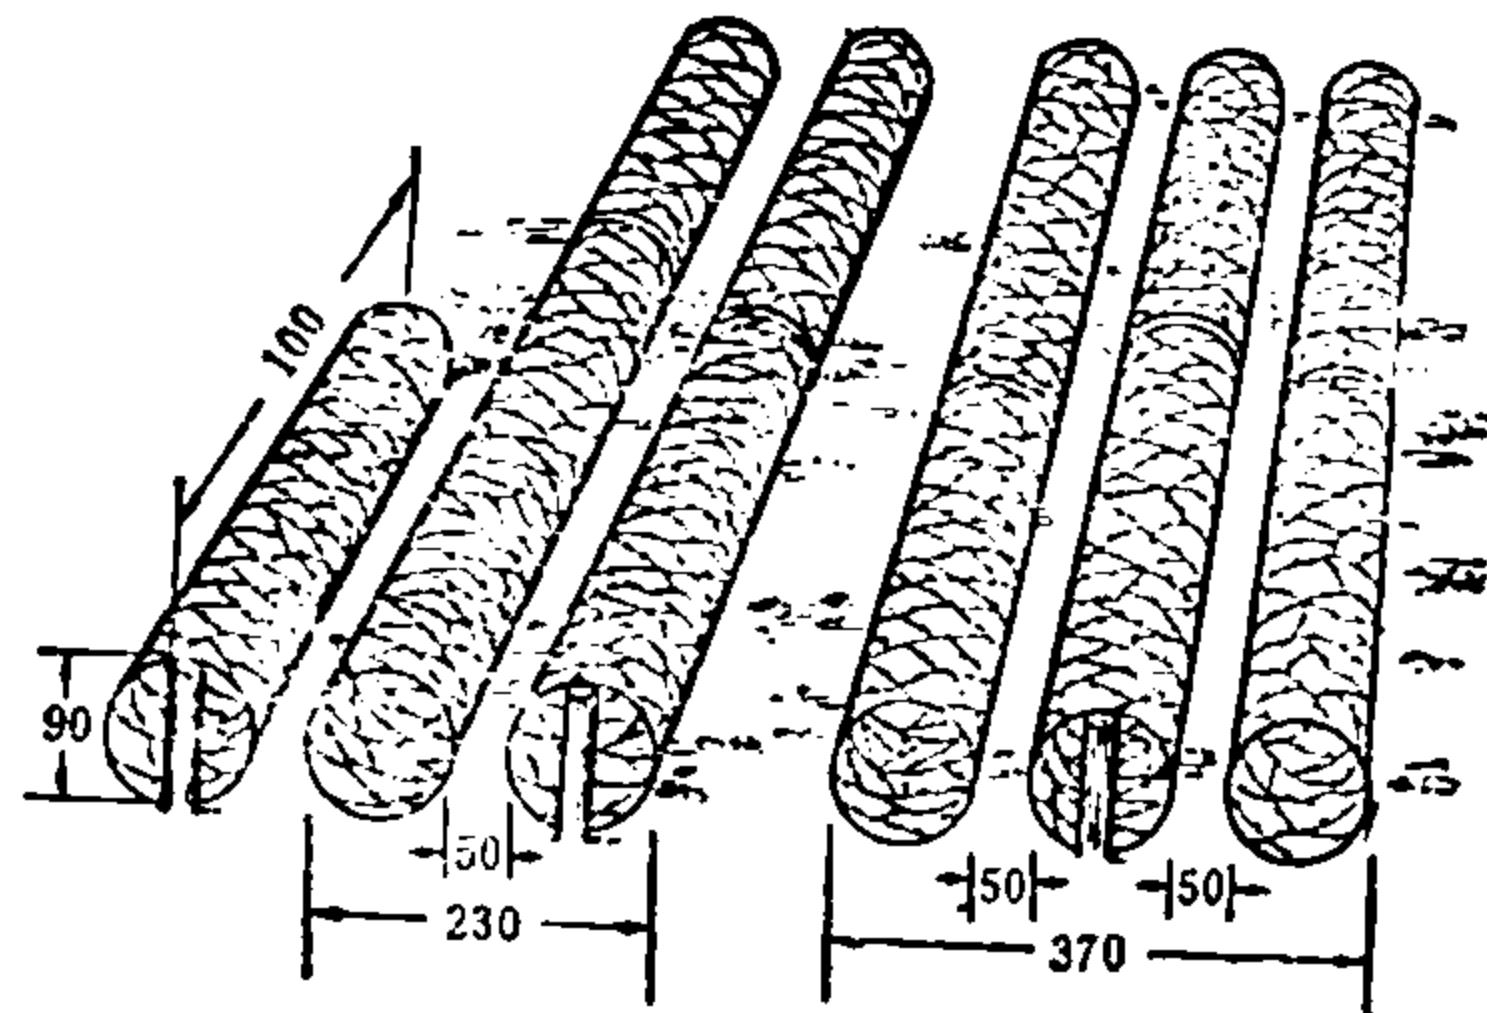

图31 蛇腹形铁丝网的设置(单位为厘米)
**(二) 设置方法** 在设置地点将蛇腹形铁丝网拉开，使其长约10米，高约90厘米。两端用高桩固定，中间用插桩或块石固定。通常成1—3列配置（图31），列与列相距约50厘米，每列内的接头处应连接在一起，并与他列的接头处前后错开。如设置成品字形，六列以上即可防坦克。